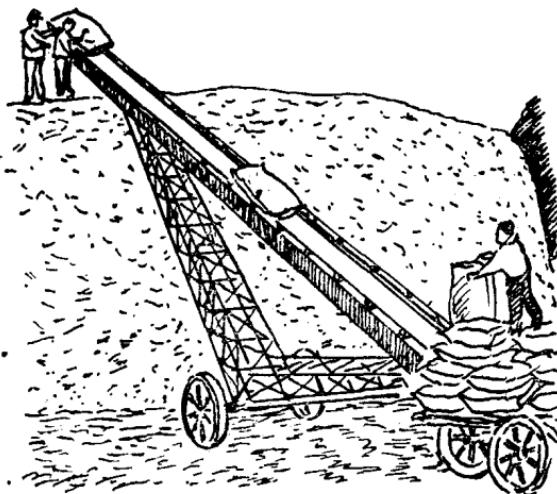

图 2-5 皮带运输机
**1. 静摩擦** 一个物体有沿着另一个物体表面运动的趋势时，所产生的摩擦，即运动开始前的摩擦，叫静摩擦。只有作用在物体上的外力克服了最大静摩擦力，物体才开始运动。静摩擦在生产技术上的应用是很广泛的，皮带运输机就是利用静摩擦来工作的（见图 2-5）。